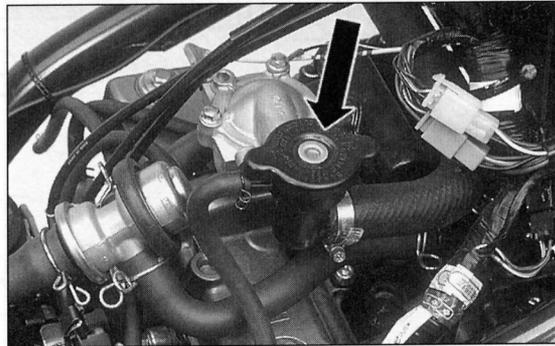

Bild 21
- Kühlerdeckel (Bild 21) vorsichtig in zwei Schritten öffnen (Deckel im Gegenuhrzeigersinn bis zum Anschlag drehen, einige Sekunden warten, dann nach unten drücken und weiterdrehen) und so Abfluss der Kühlfüssigkeit regulieren.